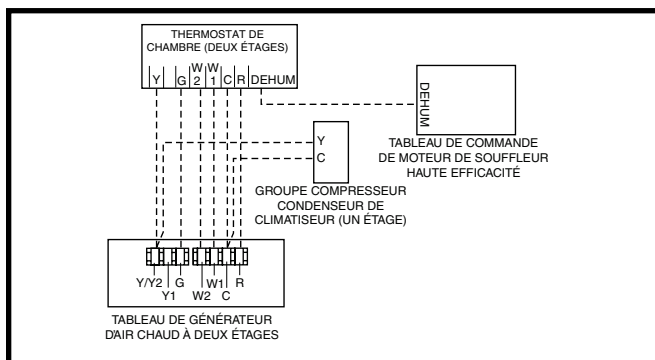
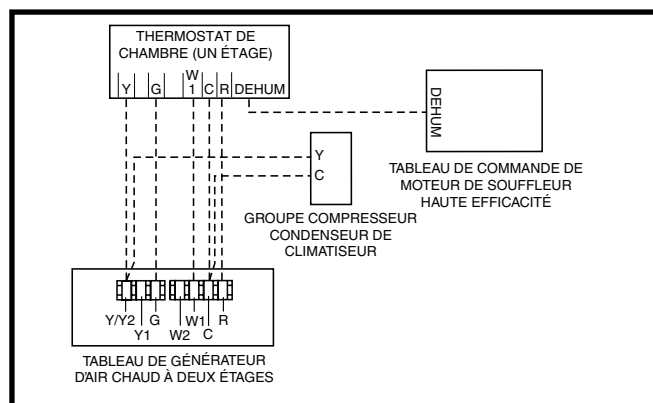
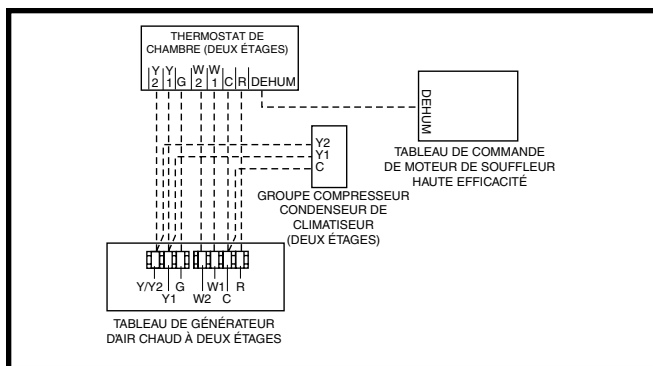

Figure 20. Configuration de câblage 1
Figure 21. Configuration de câblage 2
Figure 22. Configuration de câblage 3
- Brancher la sortie **W** du thermostat à la borne **W1** des tableaux de commande du générateur d'air chaud. Ceci permet au générateur d'air chaud de toujours fonctionner en mode faible puissance. Consulter la Figure 20.
Cette option utilise l'ensemble des capacités de chauffage à deux étages du générateur d'air chaud avec un conditionneur extérieur à un étage. Consulter la Figure 21.
Cette option utilise l'ensemble des capacités de chauffage à deux étages du générateur d'air chaud avec un conditionneur extérieur à deux étages. Consulter la Figure 22 (page 25).
La fonction d'autorégulation permet l'utilisation d'un thermostat à un étage tout en profitant de certains des avantages du fonctionnement d'un générateur d'air chaud à deux étages. Si l'autorégulation est activée, le générateur d'air chaud passe au feu **DOUX** après avoir initialement démarré au feu **ÉLEVÉ**. Après une période de 10 minutes, le générateur d'air chaud passe au feu **ÉLEVÉ**, jusqu'à ce que la charge calorifique soit atteinte. Consulter la Figure 20 \(page 24\) et la section Branchement basse tension à la page 23.
- ✓ Vérifier que tous les fils de thermostat nécessaires sont bien branchés aux fils appropriés de la plaque à bornes de la carte à circuits imprimés. Consulter les Figure 20 (page 24), Figure 21 (page 24) et Figure 22 (page 25).
Les ordres de fonctionnement des modes de chauffage, de refroidissement et de ventilation sont décrits ci-dessous. Vérifier les schémas de câblage d'excitation et de câblage du générateur d'air chaud : Figure 19 \(page 24\), Figure 20 \(page 24\), Figure 21 \(page 24\), Figure 22 \(page 25\) et Figure 30 \(page 35\), Figure 31 \(page 36\), Figure 32 \(page 37\) et Figure 33 \(page 38\).